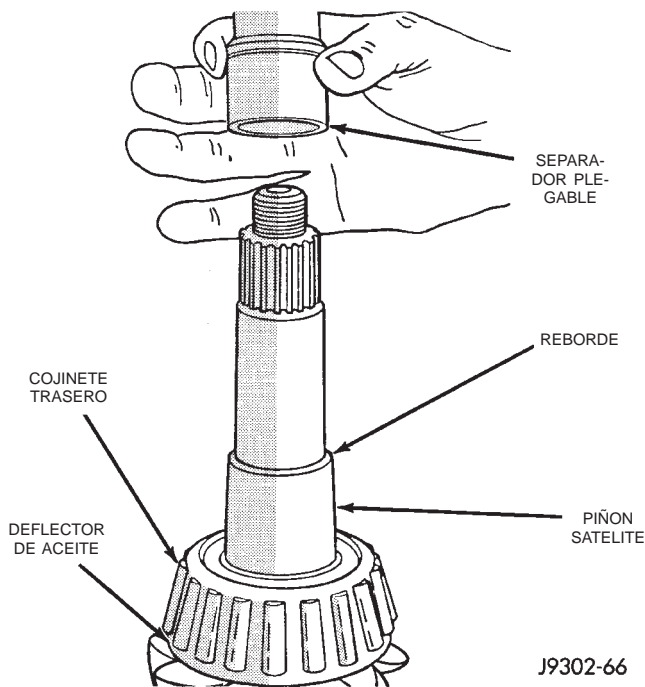
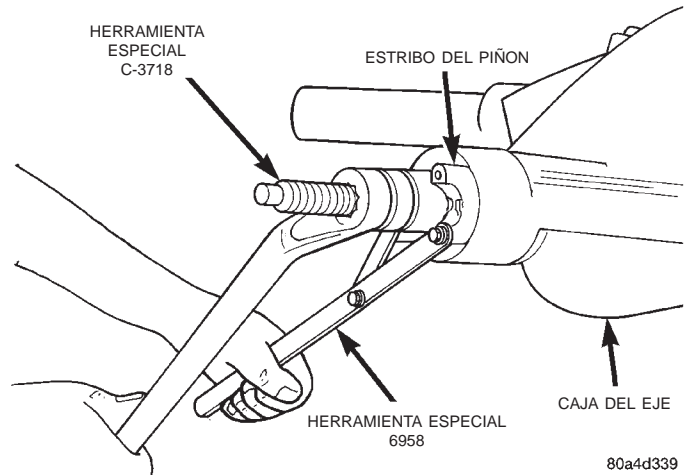

Fig. 55 Separador plegable de ajuste previo
Fig. 56 Instalación del estribo del piñón
(6) Instale un nuevo separador plegable de ajuste previo en el eje de piñón (Fig. 55).
(7) Instale el piñón satélite en el cárter.
(8) Instale el estribo con el instalador C-3718 y la herramienta de sujeción 6958 (Fig. 56).
(9) Instale la arandela del estribo y una tuerca nueva en el piñón satélite y apriete la tuerca del piñón con una torsión de 298 N·m (220 lbs. pie) como mínimo. **No apriete en exceso.** La torsión máxima es de 380 N·m (280 lbs. pie).